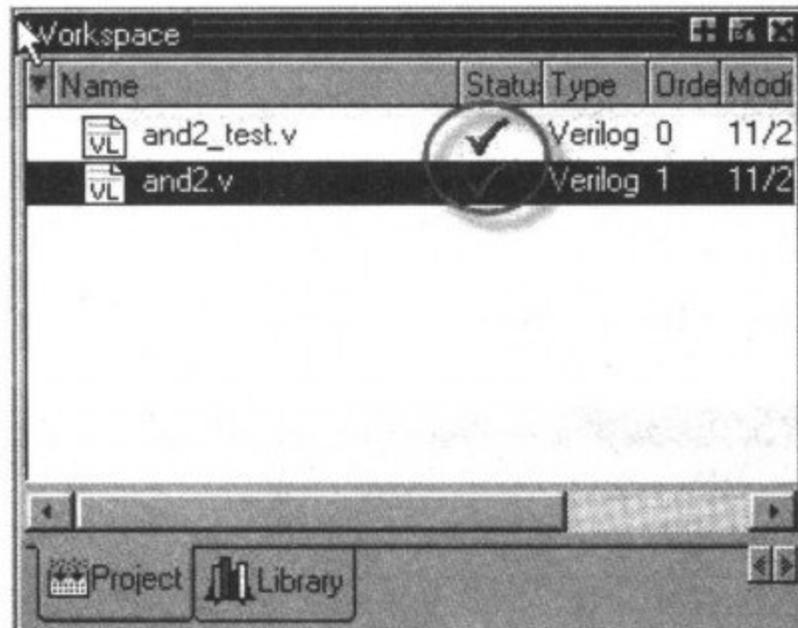

图 3-73 编译成功画面
(2) 编译后的画面如图 3-73 所示, 从图中可以看出, 在 Status 栏中出现对号, 表示编译成功。